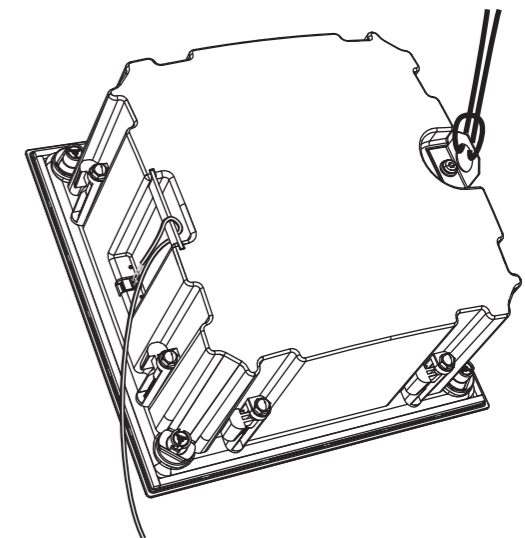

Fig. 16. Connecting the secondary safety to the back can
1. Wenn die hintere Dose wie oben gezeigt korrekt verdrahtet ist, schließen Sie ein sekundäres Sicherheitskabel an die Metallbefestigungsschleife auf der Rückseite der hinteren Dose an. Das andere Ende des sekundären Sicherheitskabels sollte an einem geeigneten starken Befestigungspunkt in der Decke befestigt werden (Abb. 16).